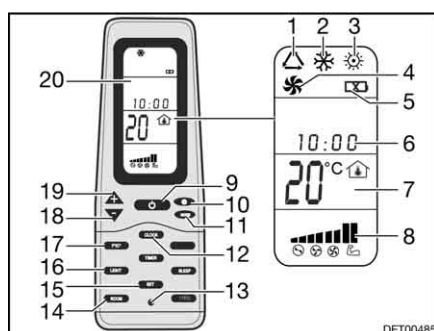

Fig. 202 Controlo remoto
- Prima a tecla ON/OFF (Fig. 202,9).
- Prima a tecla "Mode" (Fig. 202,11) tantas vezes até ser mostrado o modo de serviço pretendido (Fig. 202,1, 2, 3 ou 4) no display (Fig. 202,20).
- Com as teclas "+" (Fig. 202,19) e "-" (Fig. 202,18), regule a temperatura pretendida.
- Com a tecla Velocidade do ventilador (Fig. 202,10) escolha o nível pretendido do ventilador.